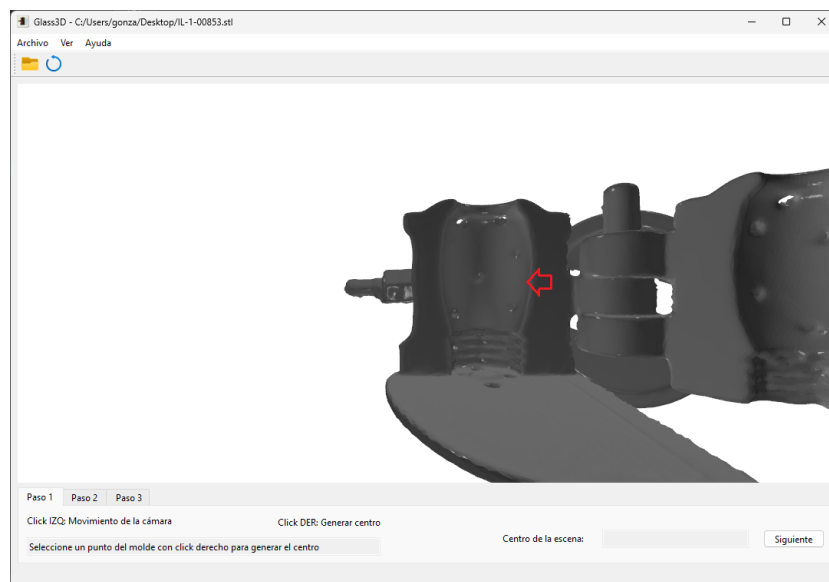

Figura 3: Definir centro: Clic derecho sobre el modelo
1. Hacer clic derecho sobre el modelo importado. Figura 3